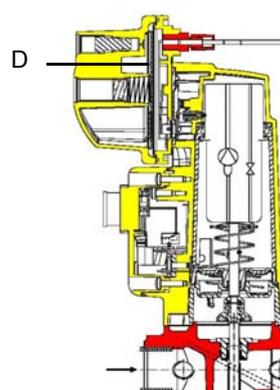

Fig. 14
**Attenzione: il diaframma D dell'SKP2 deve essere verticale (vedi Fig. 14).**